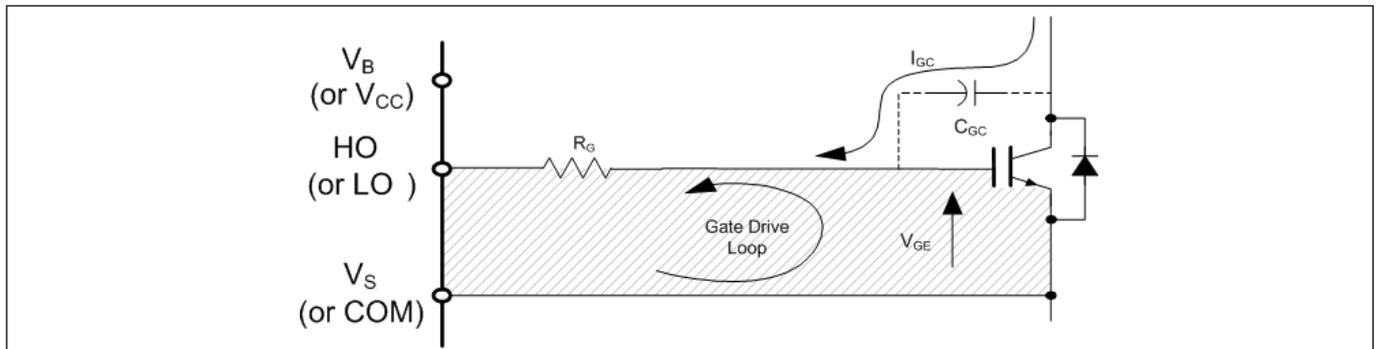

图 24 避免天线环路
**栅极驱动环路：**电流环路如同天线，能够接收和发射电磁噪声（请参见图 24）。为了降低电磁耦合并提升功率开关的开关性能，必须尽可能减小栅极驱动环路的尺寸。此外，电流可以通过 IGBT 集电极-栅极寄生电容注入栅极驱动环路内部。栅极环路的寄生自感会在栅极-发射极两端产生电压，从而增加自导通效应的可能性。